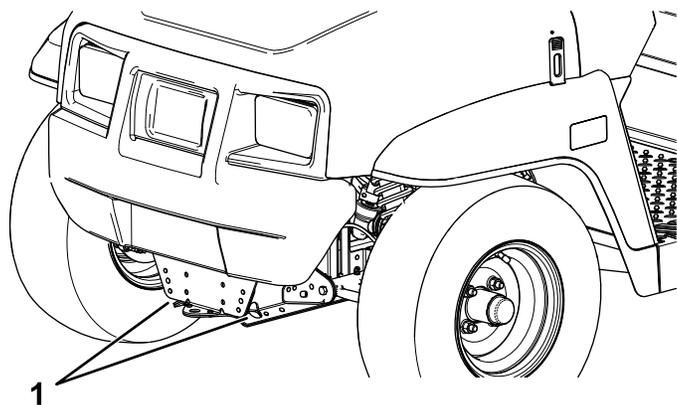
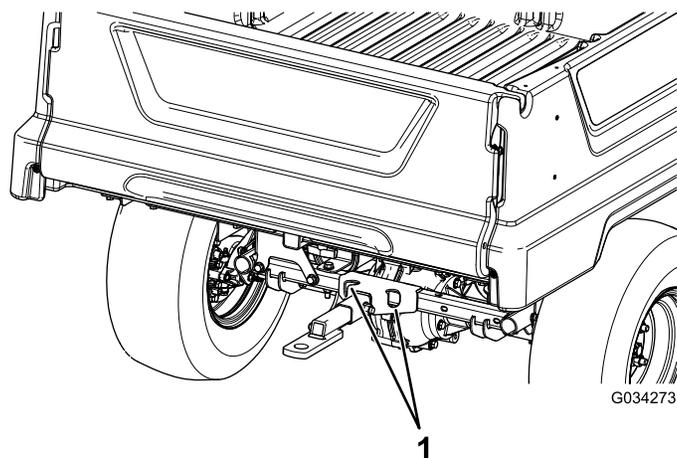

図 21
図 22
ロープがけポイントについては 図 21 と 図 22 を参照してください。
2. 機体前部にある牽引トンクにロープなどの牽引索を取り付ける 図 21。